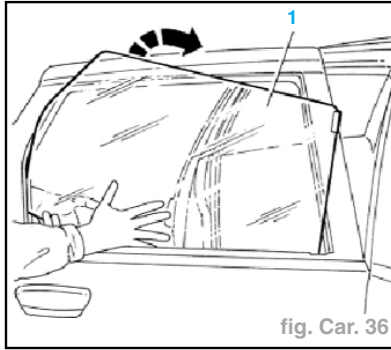

fig. Car. 36
- Tourner et extraire la vitre du châssis de la porte (fig. Car. 36).